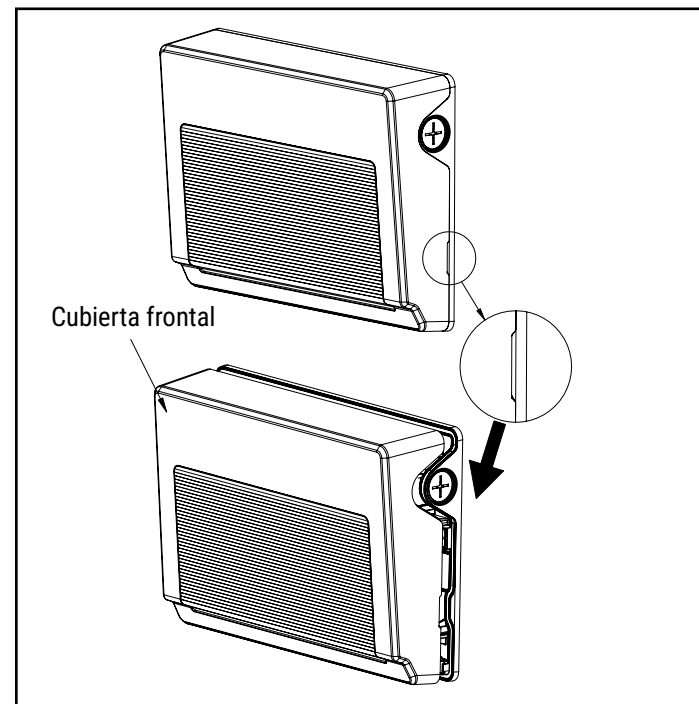

Figura 1
1. Con un destornillador de cabeza plana, levante con cuidado la cubierta frontal por ambos lados y sepárela por completo del disipador térmico trasero. (Figura 1).